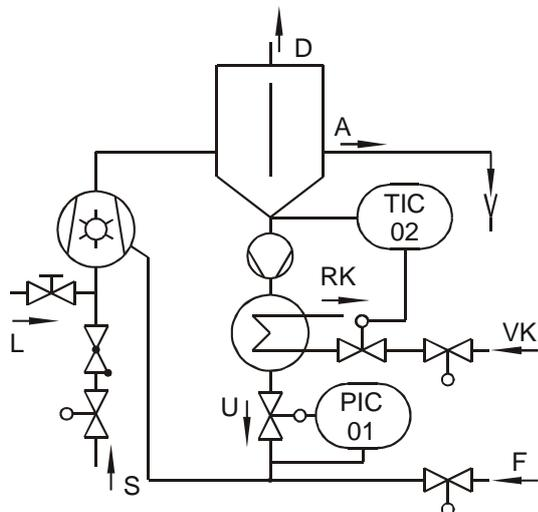

Abb. 13 Geschlossene Umlaufkühlung
- ▶ Druck in der Betriebsflüssigkeitsleitung 0,1 bar geringer als Verdichtungsdruck einstellen (→ Schema Abb. 13).